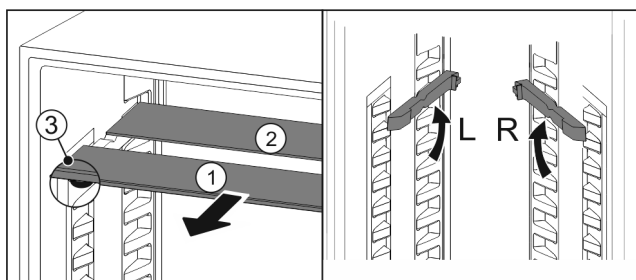

Fig. 85
- Издърпайте Fig. 85 (1) поотделно стъклените плочи напред.
- Стъклената плоча Fig. 85 (1) с декоративната лайсна е отпред.
- Ограничителите Fig. 85 (3) сочат надолу.